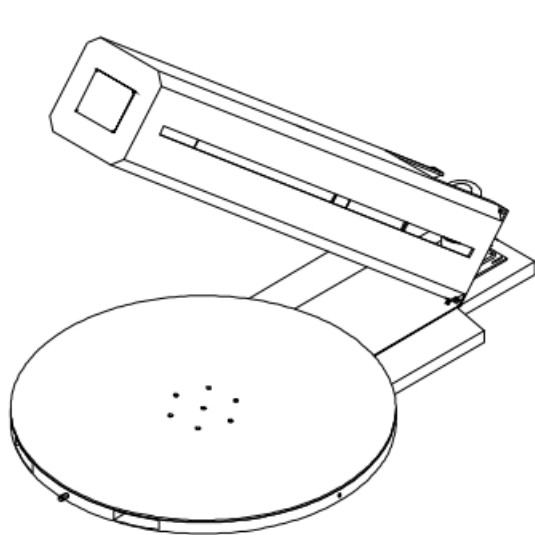

Рис. 2-10
2. Установите колонну в вертикальное положение, используя кран или вилочный автопогрузчик. Один человек должен держать колонну вертикально, другая фиксирует колонну в необходимом положении на основе с помощью 6 шт. винтов M10. См. Рис. 2-10.